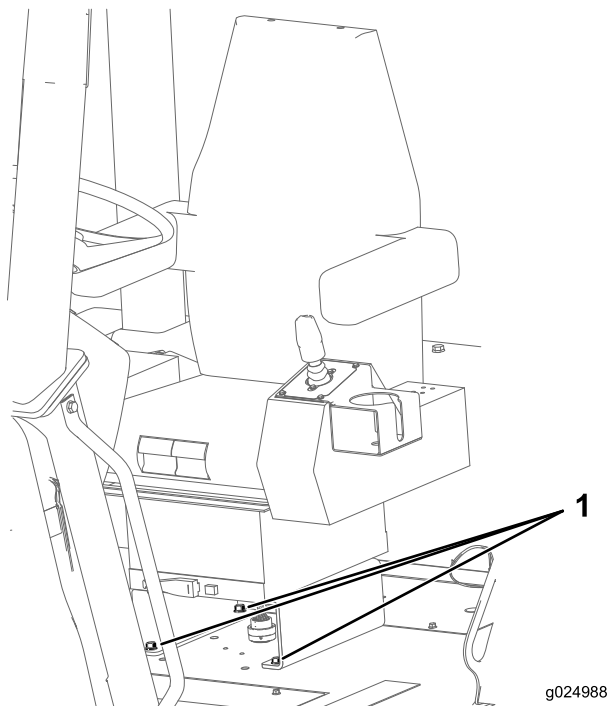

Figure 113
1. Vérifiez que les boulons qui fixent le siège au châssis de la machine sont serrés à un couple de 27 à 34 Nm (20 à 25 po-lb); voir Figure 113.